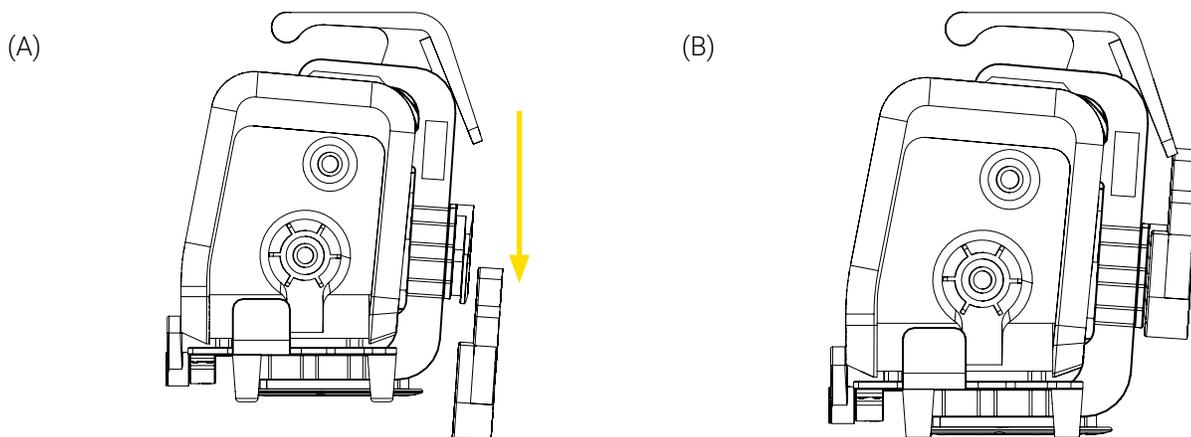

Figure 7: Installation du support Bracket Pro Serie 60 - GR sur une Micro Base
1. Aligner et insérer le micro disque antirotation situé à l'arrière du support Bracket Pro Serie 60 - GR verticalement dans la Micro Base jusqu'à ce qu'elle se verrouille (Figure 7).